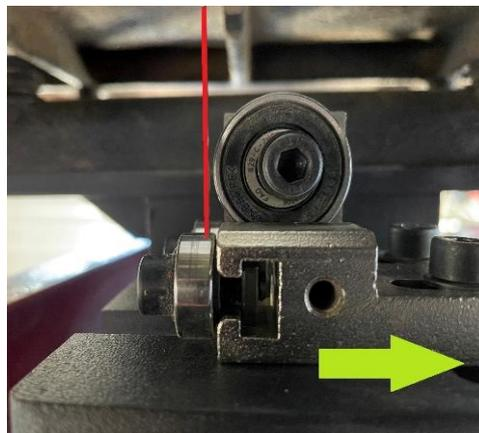

Figure 6
- Die Position der Führungsschiene etwas hinter der Klingennachse einstellen. (Fig 6)